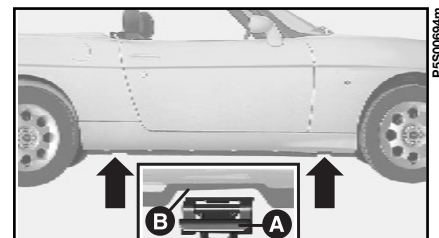

fig. 4
8) Placer le cric à proximité de la roue à remplacer et contrôler si la rainure **A-fig. 4** du cric est bien positionnée sur le rebord **B** du longeron.